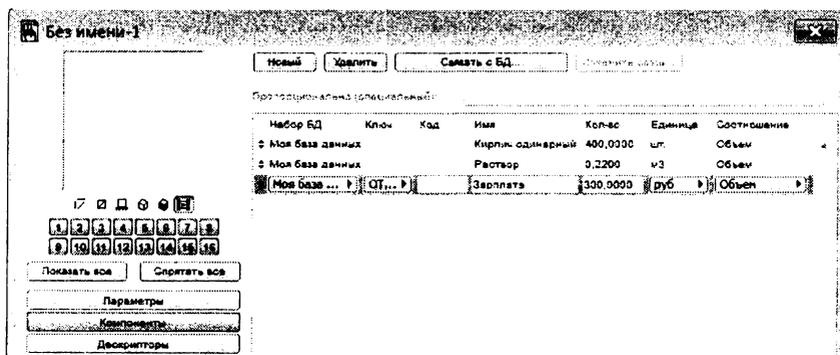

Рисунок 14
3. Создайте компонент, нажав кнопку **Новый**. В правом поле появится строка, содержащая кнопки и поля, идентичные расположенным на рис. 14.